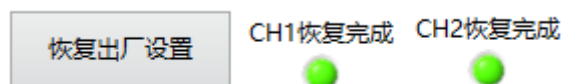

图 5.6.9 芯片恢复出厂设置
- 单击“恢复出厂设置”按钮，擦除芯片内部原有角度编程数据。（若芯片为首次编程，可跳过此步骤以简化操作步骤节省编程时间。）擦除完成后“恢复完成”指示灯变为绿灯常亮（图 5.6.9）。